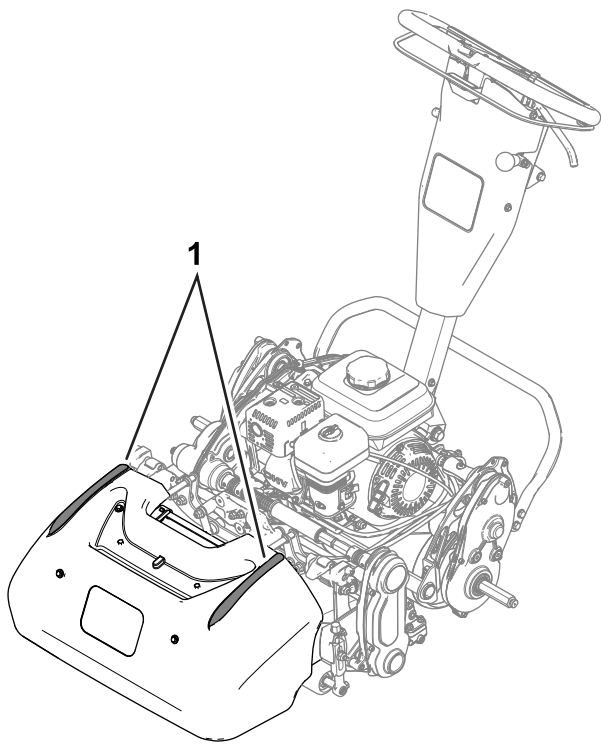

Bild 20
- Verwenden Sie die Ausrichtungstreifen am Grasfangkorb (Bild 20), damit Sie in einer möglichst geraden Linie über die Grünfläche fahren und einen gleichmäßigen Abstand zum zuvor gemähten Rasenstück einhalten.